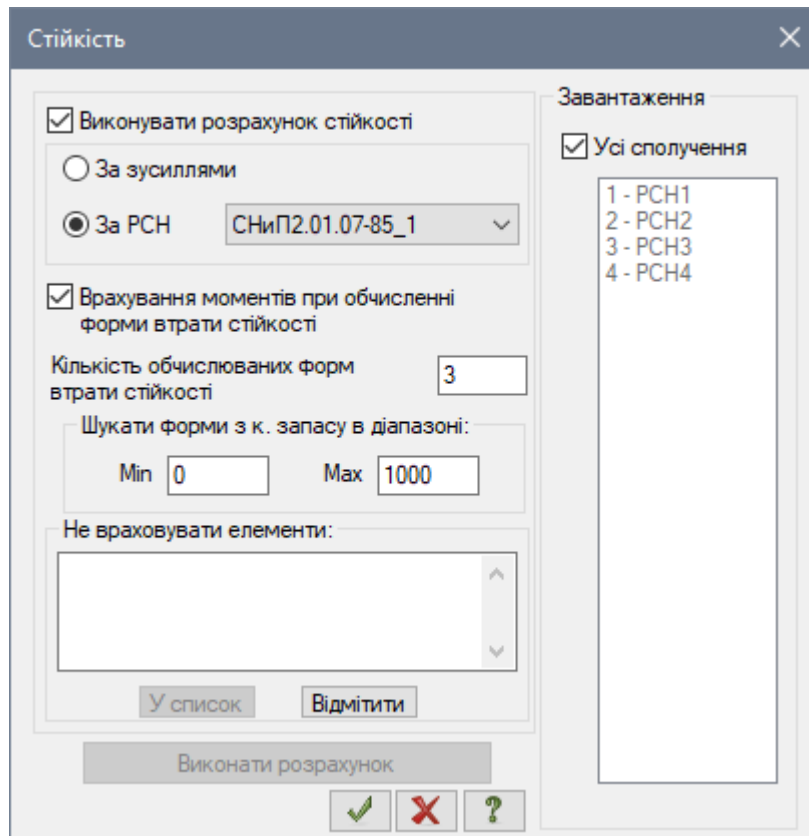

Рис. 3.33. Діалогове вікно **Стойкість**
- Для виконання розрахунку рами на стійкість від сполучень РСН, відкрийте діалогове вікно **Стойкість** (рис. 3.33) натиснувши на кнопку  - **Стойкість** (панель **Дод. розрахунки** на вкладці **Розрахунок**).